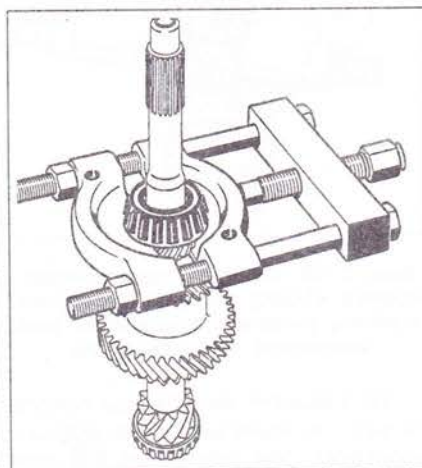

Рис. 5.55. Извлеките подшипники прессом при помощи съемника.
23. Извлеките подшипники прессом при помощи съемника (рис. 5.55)